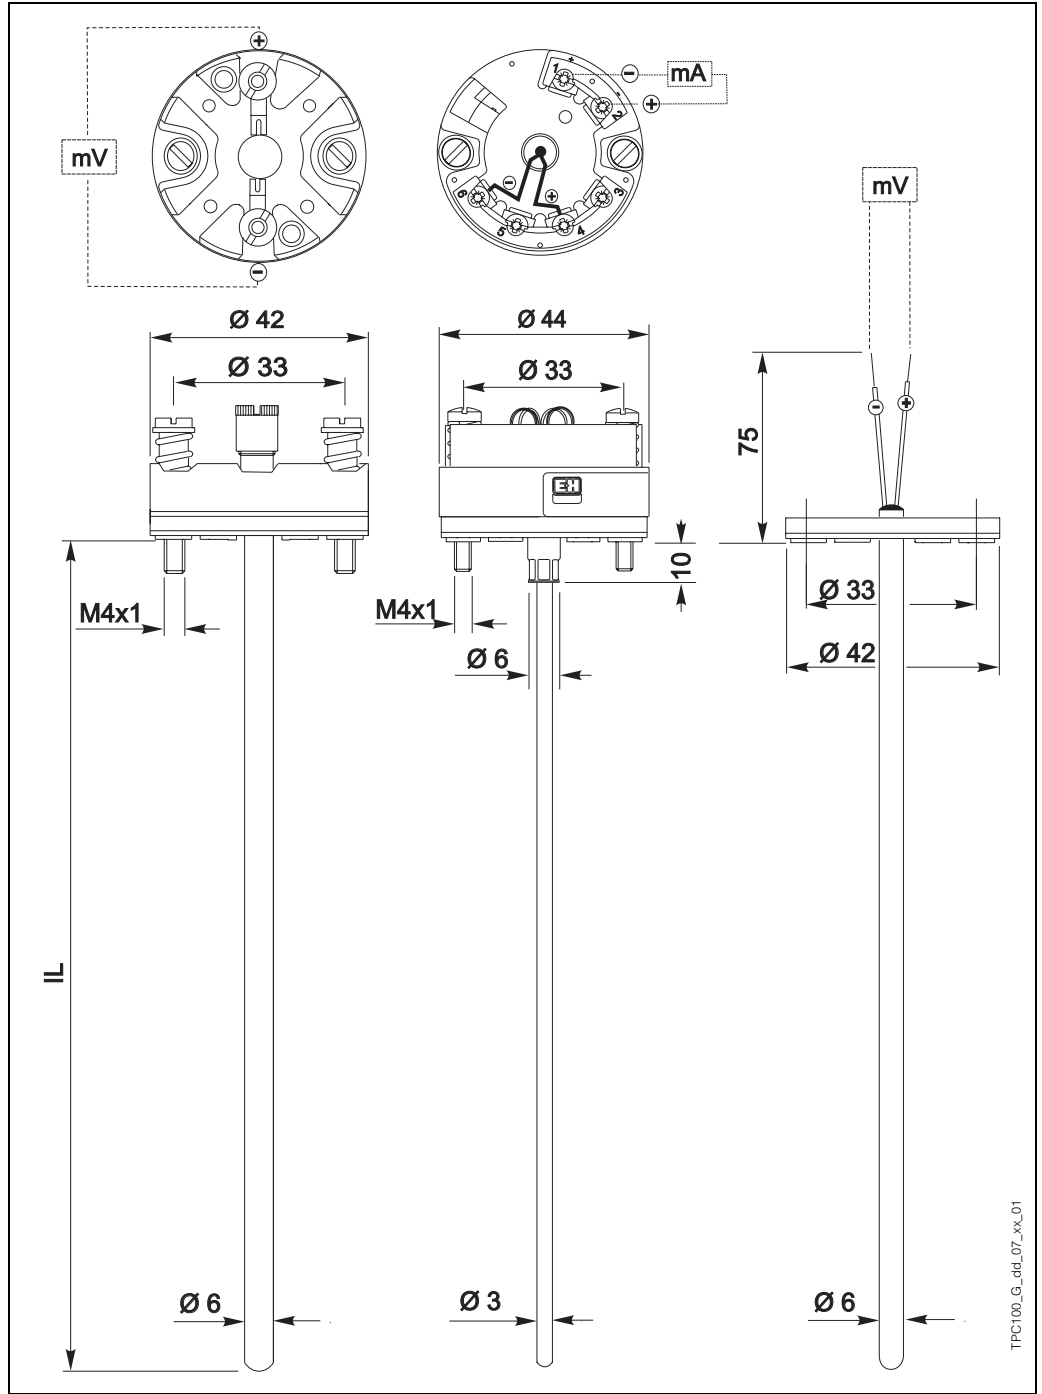

Fig. 6 : Différents types de TPC 100
Sa fonction est de stopper l'insert dans la bonne position lorsqu'il doit être monté dans un boîtier de protection et être le support d'un transmetteur ou du bornier céramique. Les fils libres permettent le raccordement au transmetteur en tête de sonde, alors que le bornier céramique (fixé sur la rondelle) est préconisé lorsqu'il n'y a pas de transmetteur en tête de sonde (voir fig. 6). Pour son remplacement, la longueur de l'insert (IL) doit être choisie en fonction du type de capteur (avec ou sans longueur d'extension) et de la longueur d'immersion (L) du doigt de gant.